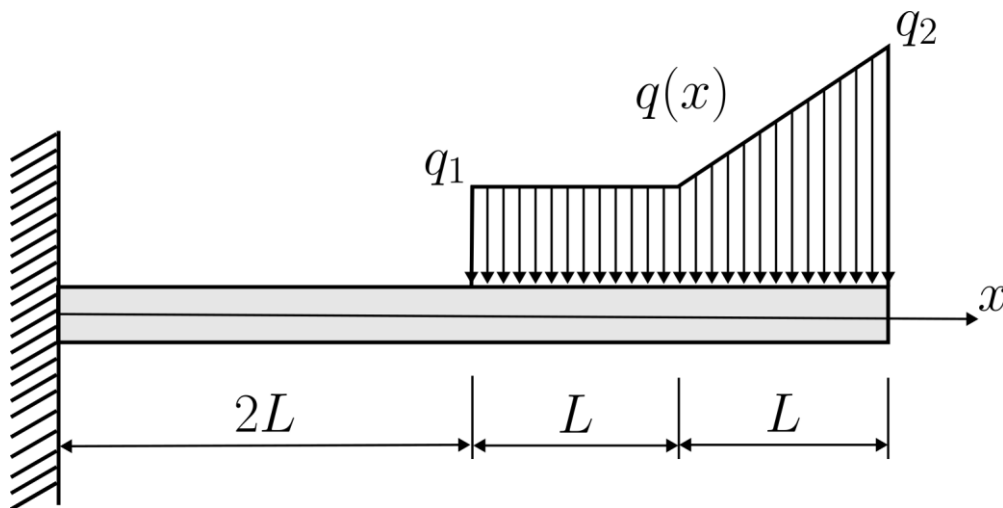

Figura 1: Distribuição de Carga em viga para a resolução da Questão 2
**QUESTÃO 2 [2,0 pontos]:** Seja uma viga em balanço de comprimento  $4L$  metros. O engaste desta viga está localizado na coordenada  $x = 0$  m. Aplicou-se a esta viga uma carga com distribuição uniforme  $q_1$  N/m que se inicia em  $x = 2L$  m, e a partir de  $x = 3L$  m essa carga distribuída passa a aumentar linearmente, chegando a um valor  $q_2$  N/m em  $x = 4L$  m. Para essa viga, conforme mostrado na Figura 1, obtenha: